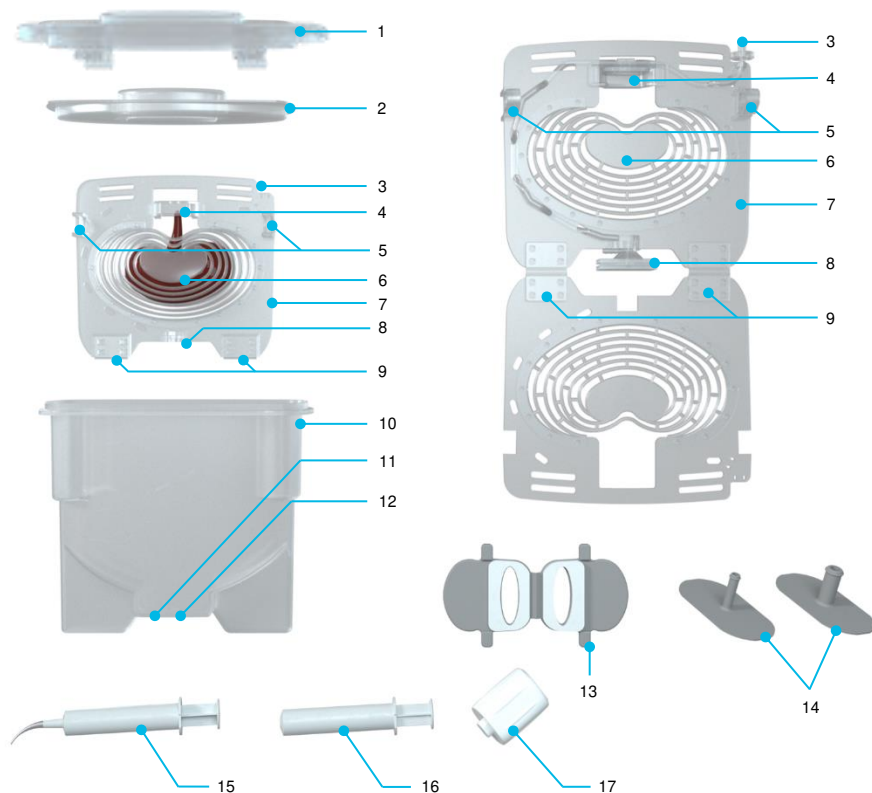

Figure 8 : Porte-rein et ses différents composants
- Après la désaération, remettez le bouchon jaune en place sur la membrane de désaération de l'oxygénateur (figure 7, élément 8). Le bouchon ventilé du capteur de pression peut être remplacé par un bouchon non ventilé (figure 8, élément 17).